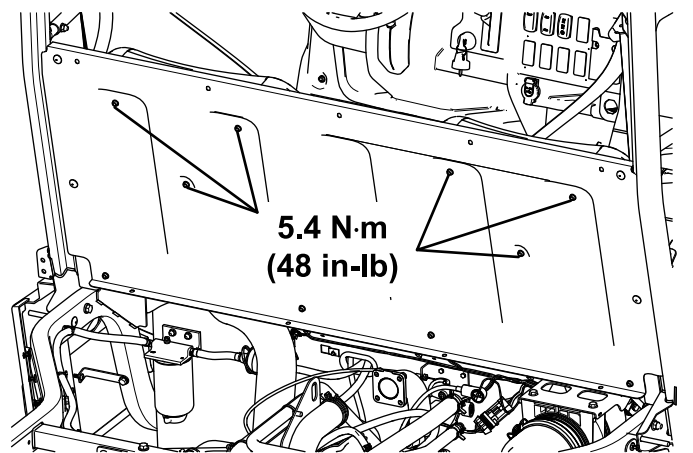

Figura 24
19. Apriete los 6 pernos de cabeza hexagonal con arandela prensada ($\frac{1}{4}$ " x $\frac{3}{4}$ ") a 5,4 N·m, tal y como se muestra en la Figura 24.